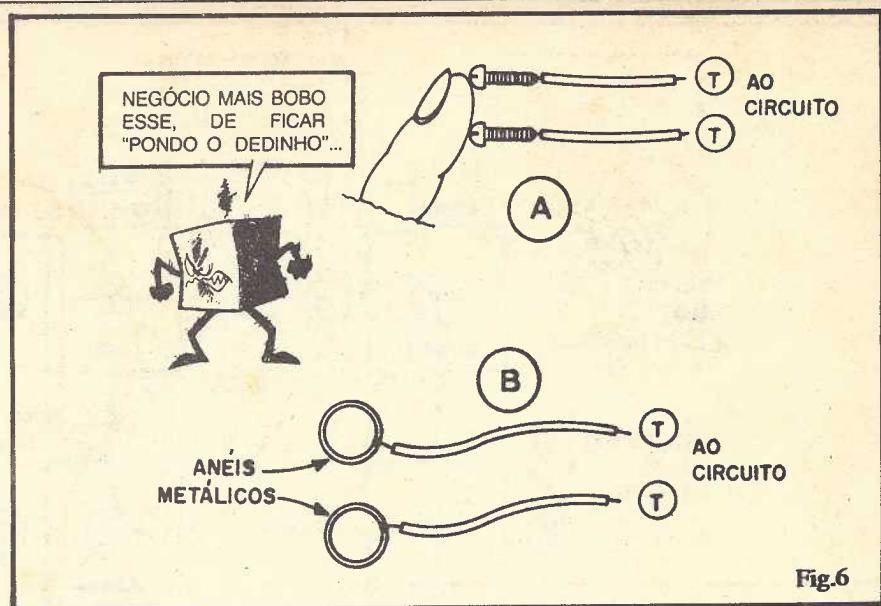

Fig.6
- FIG. 6 - Os contatos de TOQUE. Conforme já foi dito, podem ser formados simplesmente pelas próprias pontas (desencapadas) dos fios que vão aos segmentos 1 e 2 da barra. Porém quem quiser sofisticar um pouquinho a "coisa", poderá adotar a sugestão 6-A, na forma de dois pequenos parafusos ligados aos fios, sobre cujas "cabeças" o toque simultâneo do dedo do operador determinará o funcionamento do circuito. Outros "trocinhos" metálicos também podem ser usados (alfinetes, pregos, "percevejos", etc.). Na sugestão 6-B temos uma interessante variação, na forma de dois anéis metálicos utilizáveis no disparo via toque "inter-pessoal" (explicações aí adiante).
- APPLICANDO O TEMPORIZADOR SENSÍVEL AO TOQUE - Terminada e conferida a montagem, é só conectar as pilhas ou bateria, que o circuito estará pronto para funcionamento. Um breve toque de dedo sobre os contatos T-T (ver fig. 6-A) ocasionará o rápido acendimento do LED. Mesmo após a remoção de dedo, o LED indicador permanecerá aceso (determinando a temporização) por aproximadamente 5
- Outro jogo gostoso, usando-se os anéis metálicos mostrados na fig. 6-B. Dois participantes, cada um com um dos anéis enfiado num dedo. Um dos dois jogadores (esse jogo fica melhor se for disputado por um casal - homem/mulher, como é tradicional, porém o "gosto sexual" de cada um poderá determinar alterações nesse empareiramento...) segura, na boca, uma fruta ou bombom não muito grande... O outro (ou outra...) deve tentar, também com a boca, "roubar" a fruta ou doce do